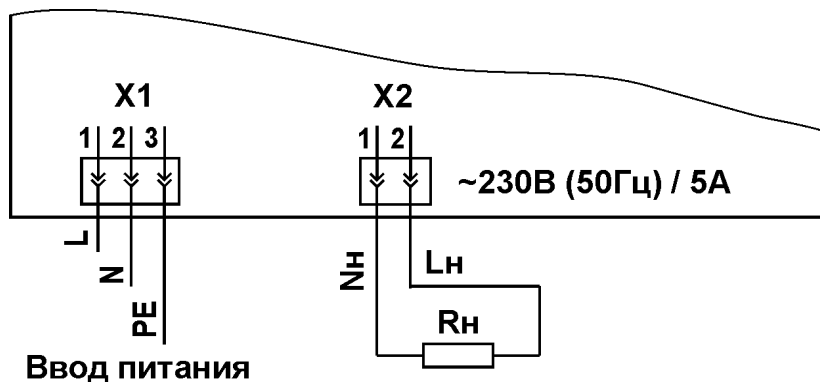
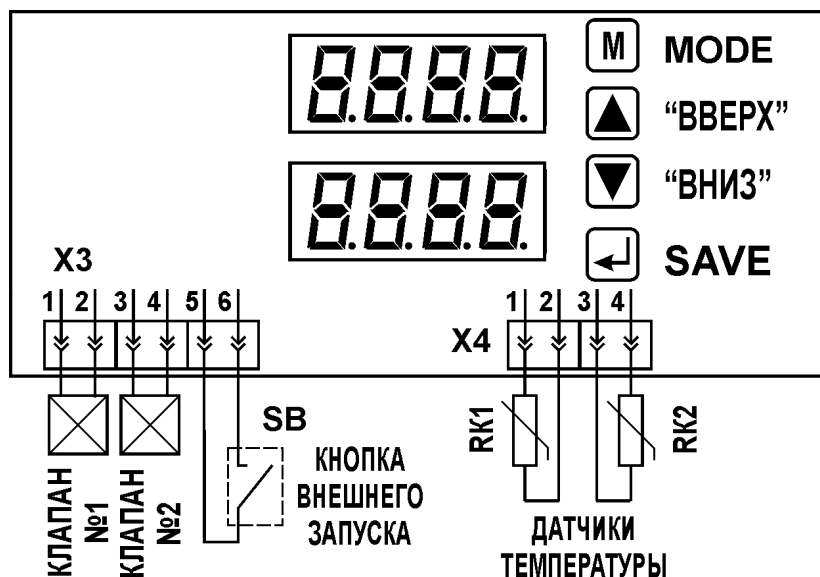

Рис.2. Схема подключения силовой платы блока.
Рис.3. Схема подключения управляющей платы блока.
- подсоединить все необходимые кабели и воздушные шланги согласно схемам подключения (рис.2 и рис.3);